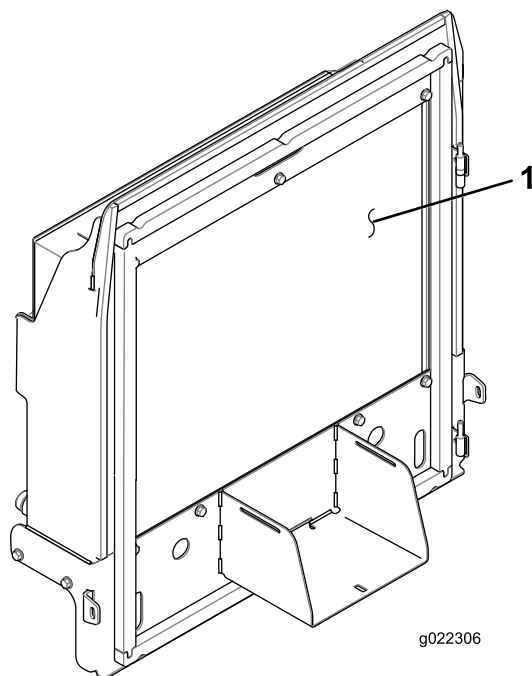

Figura 87
4. Curățați perfect ambele părți ale radiatorului și răcitorului de ulei (Figura 87) cu aer comprimat.